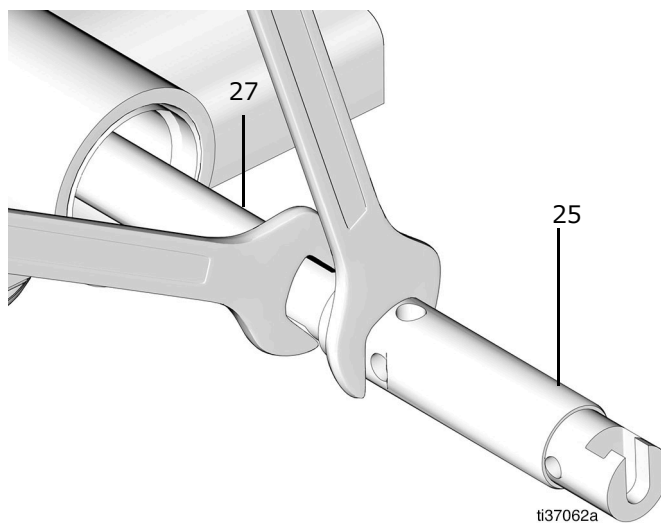
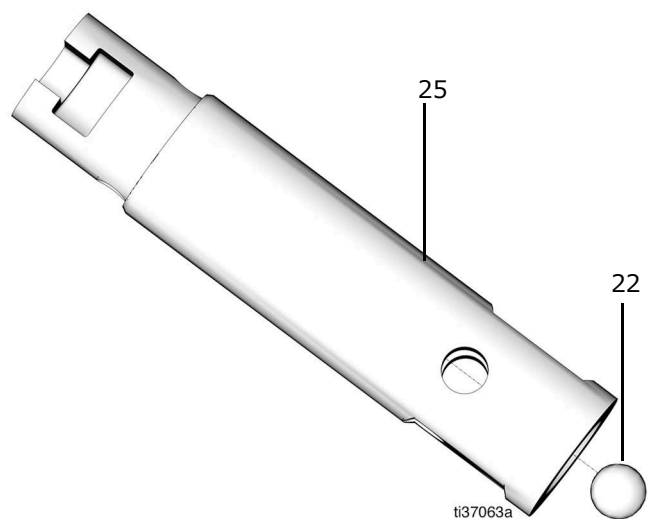

図 43
図 44
- 27. ポンプロッド (27) からポンプピストン (25) を取り外します。
注: ポンプピストン (25) からボール (22) を取り外します (図 43 と図 44)。